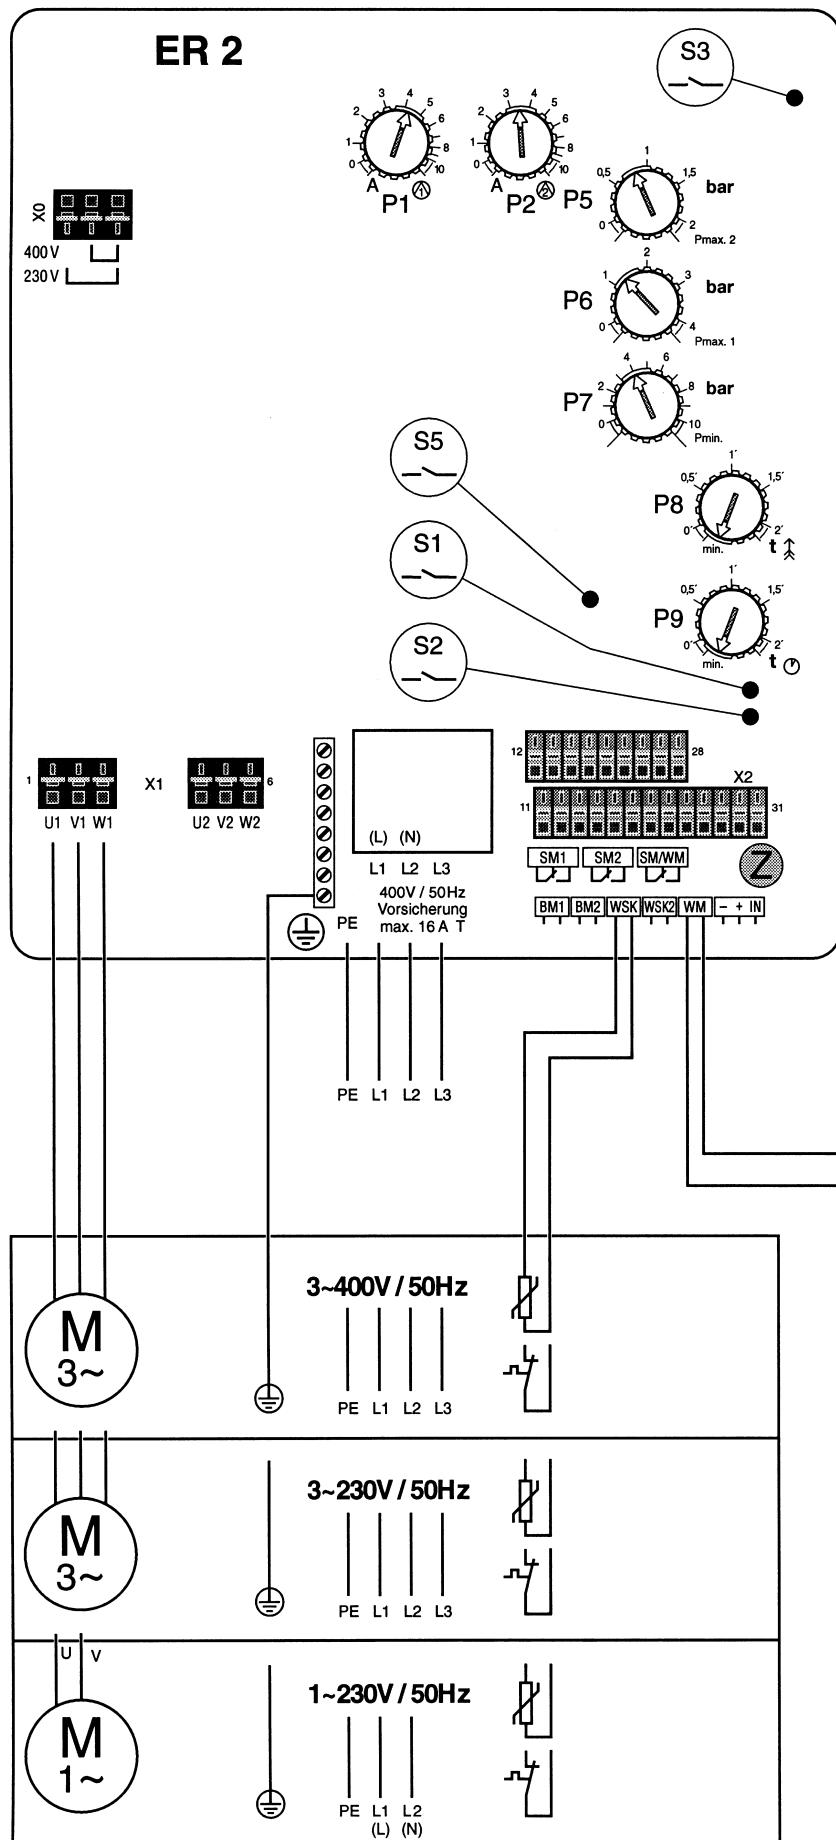
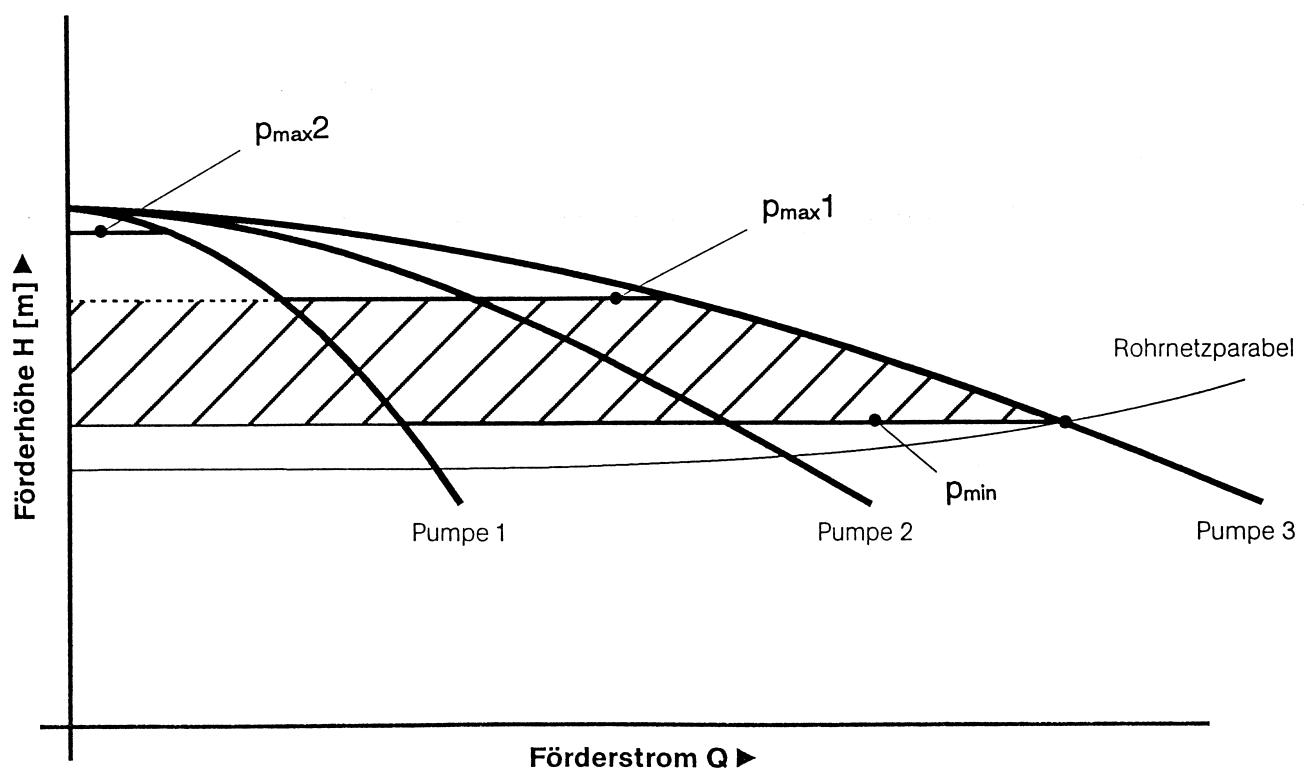

Fig. 2
Fig. 5
Когда при первоначально не работающей станции после начала разбора воды давление в системе опускается ниже уровня давления включения p_{min} , включается первый насос (рис. 5, диаграмма характеристикик). При последующем падении давления ниже уровня давления включения из-за возрастающего расхода воды каждый раз подключается очередной насос. При уменьшении расхода воды давление в системе наоборот начинает повышаться. При достижении первого уровня выключения p_{max}^1 отключается один насос. При повторном достижении первого уровня выключения отключается следующий насос и т.д. Последний работающий насос выключается лишь при более высоком давлении – втором уровне выключения p_{max}^2 . При этом давлении подача воды очень мала (см. характеристику насоса на рис. 5). Процессы включения–выключения пиковых насосов осуществляются с задержкой по времени, для того чтобы избежать флаттерных переключений. Время задержки регулируется с помощью потенциометра t_1 (рис. 2/3, поз. 8) между
0 и 2 мин. Оно начинает действовать с пуском первого насоса. Задержка осуществляется только в случае, когда насос(ы) работали меньше установленного на потенциометре времени. Уровни давлений включения–выключения устанавливаются с помощью потенциометров p_{min} , p_{max}^1 , p_{max}^2 (рис. 2/3, Р5, Р6, Р7 и табл. 1). Значения уставок для уровней давлений выключения 1 и 2 представляют из себя разности давлений, которые прибавляются к соответствующим более низким уставкам. Если например, с помощью потенциометров заданы давления $p_{min} = 4$ бар, $p_{max}^1 = 2$ бар и $p_{max}^2 = 1$ бар, то это означает: уровень давления включения – 4 бар, первый уровень давления выключения – 6 бар, второй уровень давления выключения – 7 бар.
4.3 Функции устройства управления (рис.2/3)
– **Внутренняя электронная защита двигателя:** Для защиты от перегрузки для каждого двигателя разрыватель тока должен быть настроен с помощью потенциометра (рис. 2/3, Р1, Р2, Р3, Р4) на номинальный ток двигателя согласно шильдику насоса. Клеммы WSK необходимо закоротить.
– **Внешняя защита двигателя по температуре обмотки PSK/PTC:** Если двигатели защищены с помощью защитного контакта в обмотке (WSK) или "холодного проводника" (PTC), то WSK или PTC для каждого двигателя подсоединенятся к клеммам, а потенциометры (рис. 2/3, Р1, Р2, Р3, Р4) устанавливаются на максимальное значение (вправо до упора).
- **Время задержки:** Время задержки для основного нагрузочного насоса устанавливается с помощью потенциометра t_1 ; (рис. 2/3, Р8) между 0 и 2 мин. Оно начинается со старта первого насоса.
- **Задержка времени срабатывания защиты от недостаточного уровня воды:** Выключение насосов в связи с недостаточным уровнем воды, а также их последующее включение в случае восстановления минимального уровня воды могут быть задержаны по времени. Время задержки задается потенциометром t_2 (рис. 2/3, Р9) в интервале от 2 сек. до 2 мин.
- **Пробный пуск:** При включенной функции "пробный пуск" каждый насос включается приблизительно через каждые 6 часов приблизительно на 15 секунд. Интервалы пробных пусков жестко запрограммированы и не подвержены влиянию времени наработки, сигналов о недоостаточном уровне воды или срабатывания любых датчиков. Пробные пуски важны, в частности, для поддержания в постоянной готовности установок пожаротушения. При замыкании микропереключателя S2 (рис. 2/3) пробные пуски отменяются.
- Клеммную колодку подсоединять в следующем порядке (рис. 2/3): **(L), (N), PE:**
Перемкнуть клеммы X0 электронной платы в соответствии с указанием "230 В" (см рис. 2)
Перемкнуть клеммы X0 электронной платы в соответствии с указанием "400 В" (см рис. 2) (заводская уставка)